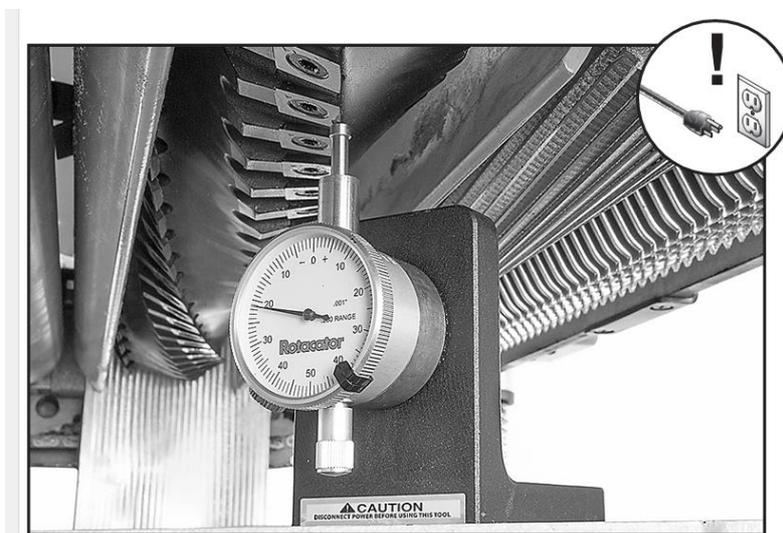

Рис. 39. Пример использования часового измерителя для определения значения НМТ.
5. Используя ротатор, найдите нижний мертвый центр любой кромки режущей пластины, медленно раскачивая шкив режущей головки взад и вперед, затем установите диск ротатора в положение "0" (см. рис. 39).